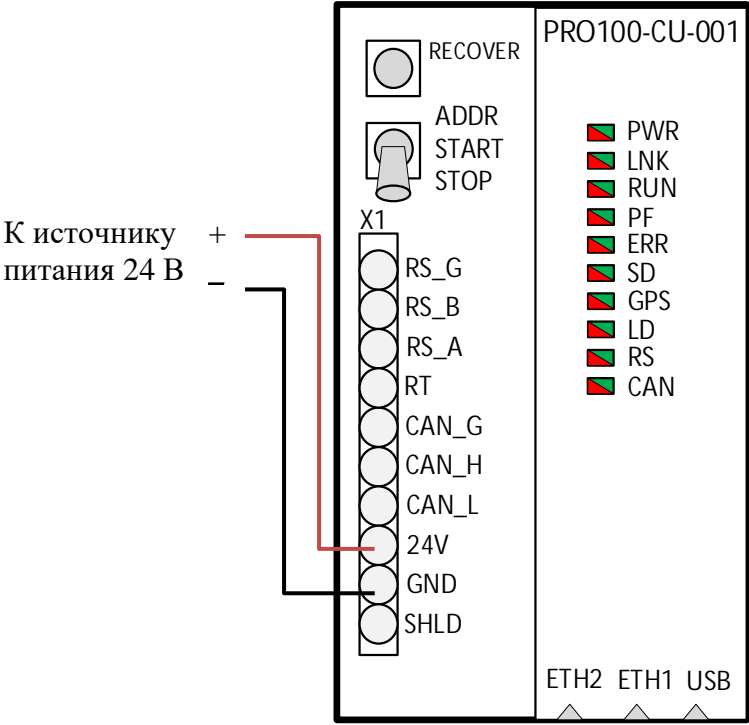

Рисунок 34 – Подача напряжения питания на общую электрическую шину через процессорный модуль
- 2.4.7 Подать напряжение питания 24 В постоянного тока на общую электрическую шину. Питание подаётся через процессорный модуль (рисунок 34).